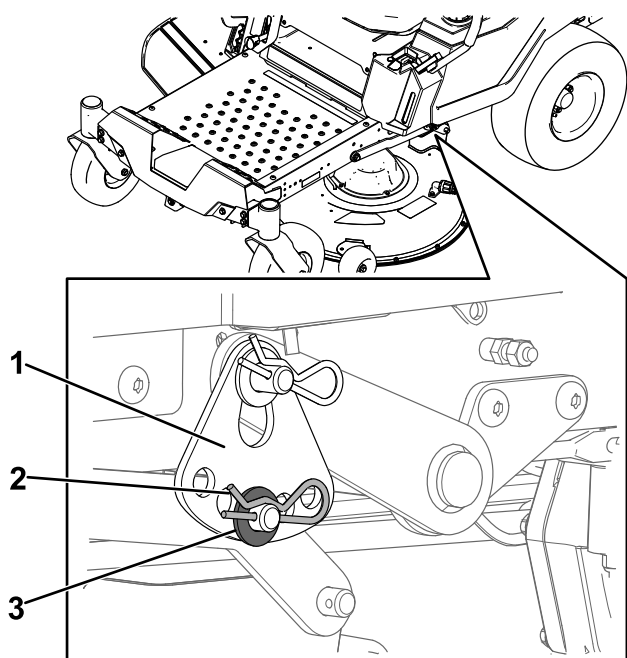

**Figure 60**
4. Placez deux cales de 6,6 cm (25/8 po) d'épaisseur chacune sous chaque côté du bord avant du tablier de coupe, mais pas sous les supports des galets anti-scalp (Figure 60).
5. Placez deux cales de 7,3 cm (27/8 po) d'épaisseur chacune sous le bord arrière de la jupe du tablier de coupe, une de chaque côté (Figure 60).